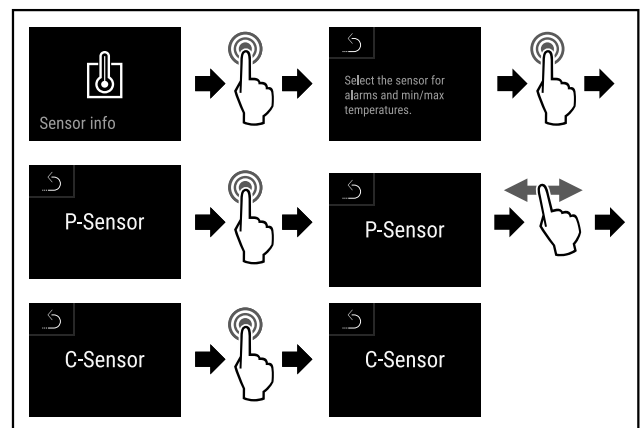

Fig. 173
- ▶ Провести етапи операцій (див. Fig. 173).